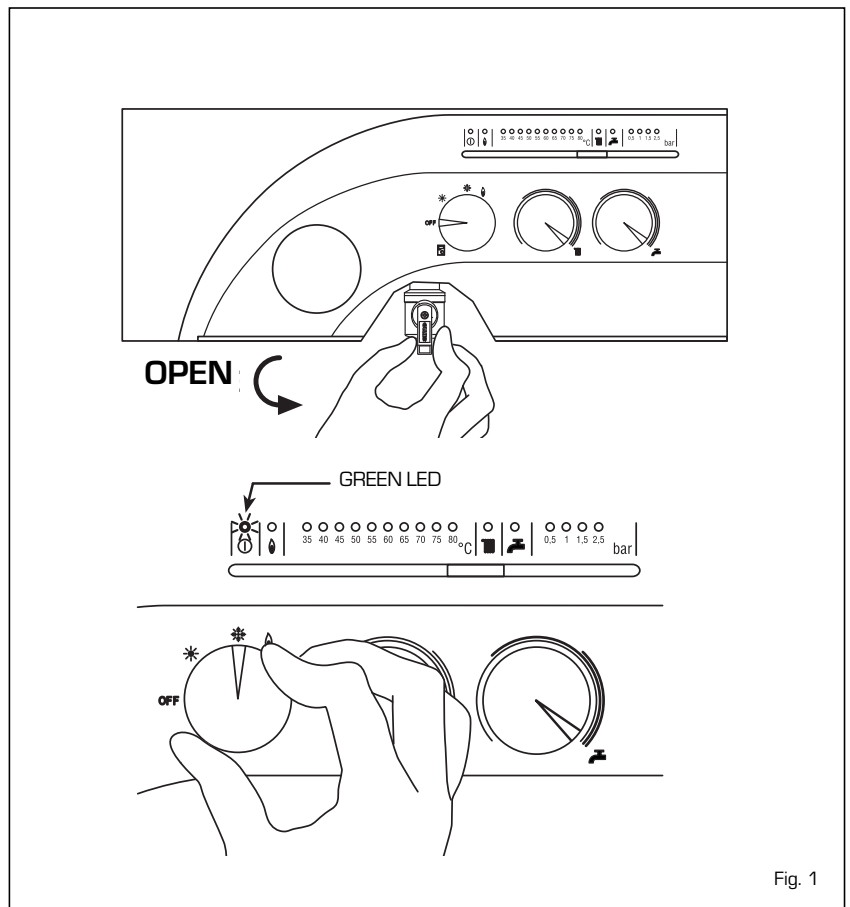

Fig. 1
1.1 BOILER IGNITION (fig. 1)
1.2 BOILER SHUTDOWN (fig. 1)